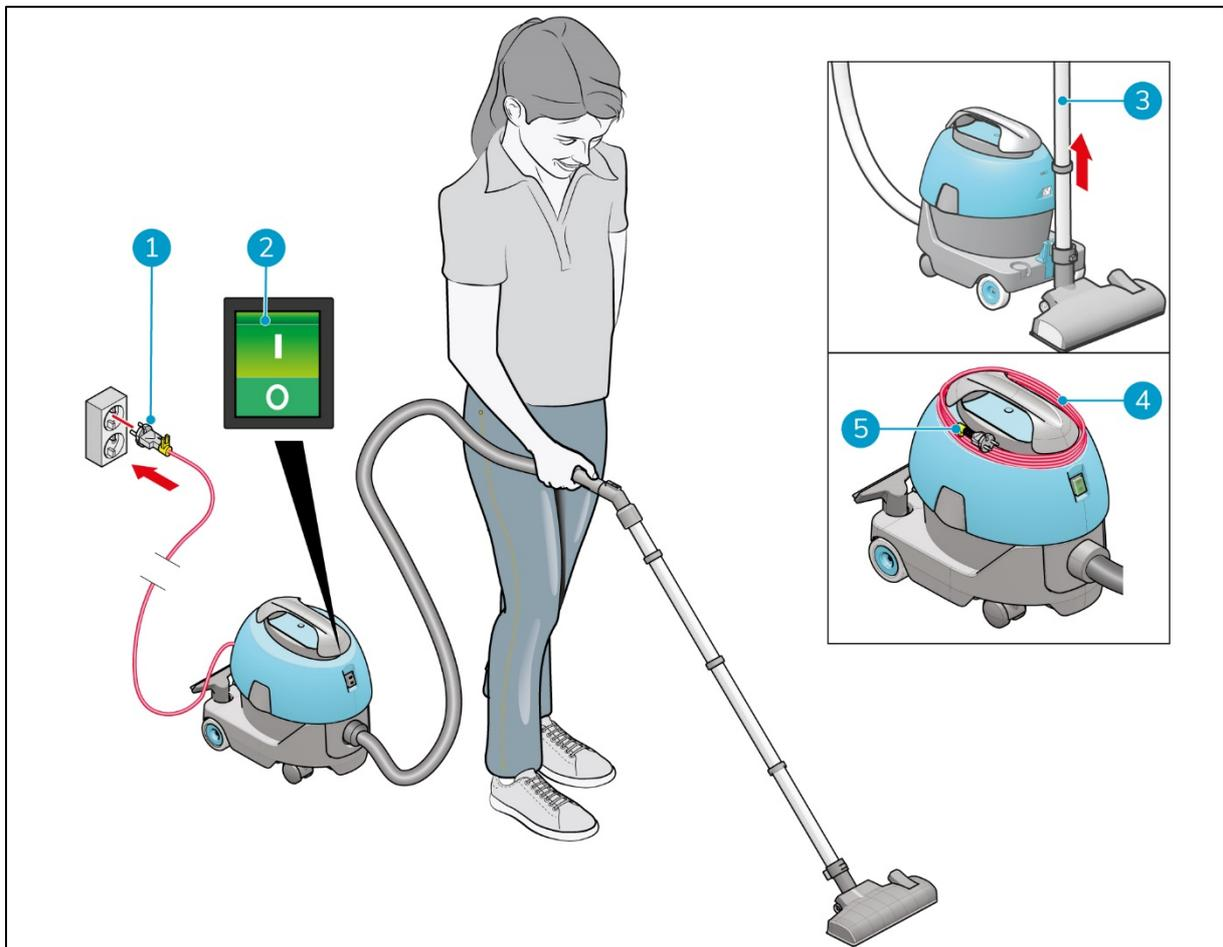

Abbildung 17
1. Stecken Sie das Netzkabel in eine Steckdose (Abbildung 17, Pos. 1).
2. Drücken Sie den ON/OFF-Schalter (Abbildung 17, Pos. 2), um den i-vac® 5 einzuschalten. Die grüne LED im ON/OFF-Schalter leuchtet.
3. Nehmen Sie das Saugrohr aus der Halterung (Abbildung 17, Pos. 3).
1. Drücken Sie den ON/OFF-Schalter (Abbildung 17, Pos. 2), um den i-vac 5 auszuschalten.
2. Ziehen Sie das Netzkabel aus der Steckdose. (Abbildung 17, Pos. 1).
3. Wickeln Sie das Netzkabel auf dem Deckel des i-vac 5 auf (Abbildung 17, Pos. 4).
4. Platzieren Sie die gelbe Kabelklemme (Abbildung 17, Pos. 5) über dem Kabel.
5. Platzieren Sie das Saugrohr wieder in der Halterung (Abbildung 17, Pos. 3).